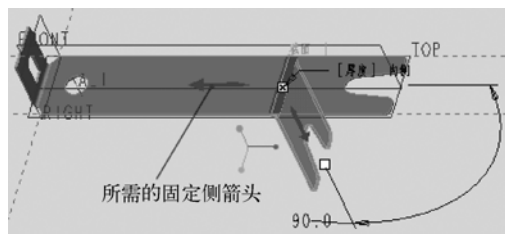

图 5-61 更改后的固定侧位置 (箭头方向)
- (6) 在“折弯”选项卡中单击 图标旁的 (更改固定侧的位置) 按钮, 以获得图 5-61 所示的固定侧位置。